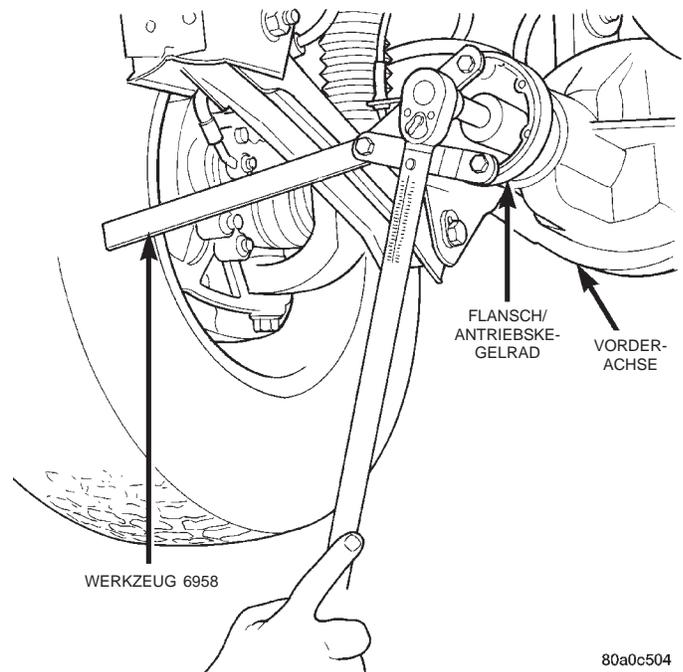

Abb. 49 Mutter der Gelenkgabel am Antriebskegelrad anziehen
(10) Mit Haltegriff 6958 und einem Drehmomentschlüssel (eingestellt auf 352 N·m (260 ft. lbs.)) den Quetschring so weit zusammenquetschen, daß das Lager kein Axialspiel mehr hat (Abb. 49).